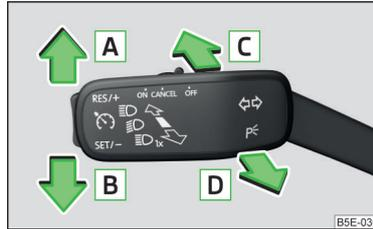

Abb. 49
- Den Blinker- und Fernlichthebel (» **Abb. 49 auf Seite 74**) zum Lenkrad ziehen, nach unten schieben und in dieser Stellung halten.
Bedienungshebelstellungen » **Abb. 49**